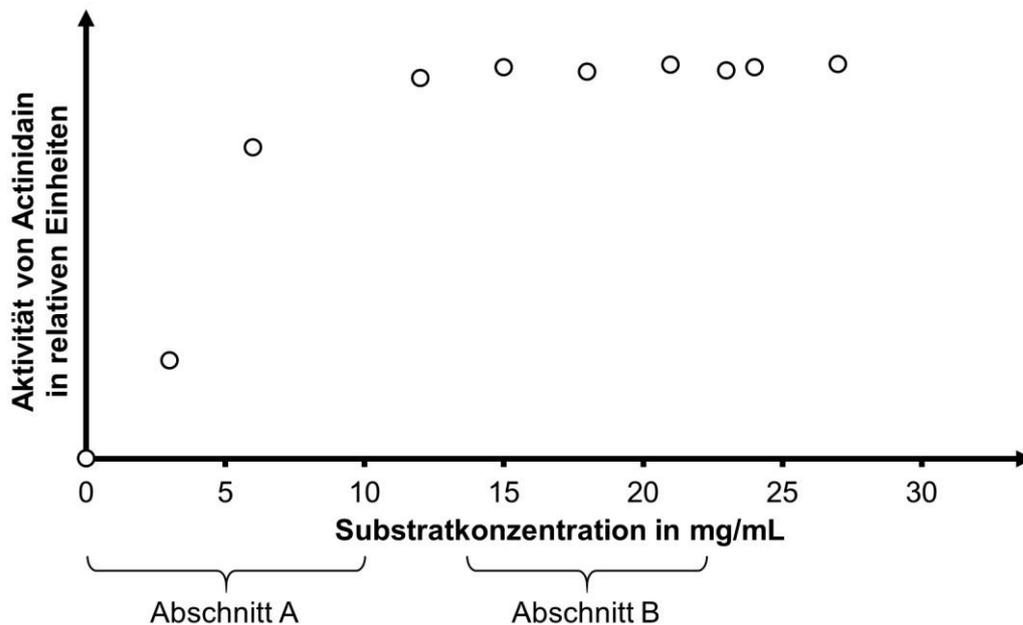

Abb. 4: Abhängigkeit der Actinidain-Aktivität von der Substratkonzentration3
3.2 In einer Versuchsreihe wird die Abhängigkeit der Actinidain-Aktivität von der Substratkonzentration untersucht. Die Ergebnisse der Versuchsreihe sind in Abbildung 4 dargestellt.